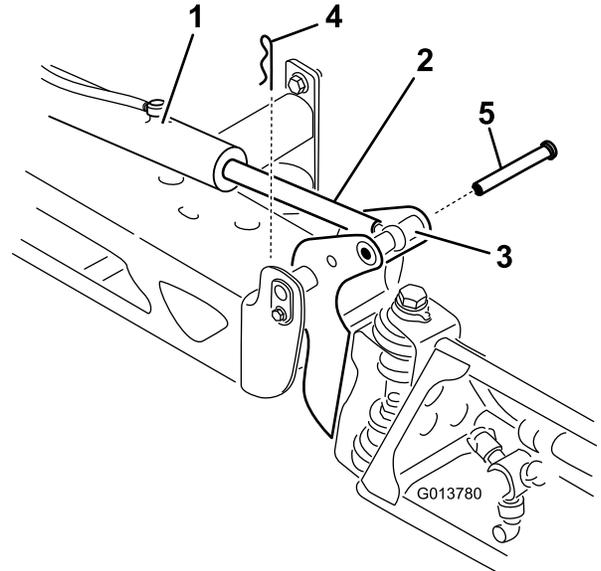

图58
2. 从枢轴销（图58）上拆下开口销。
3. 向上提起喷洒臂，拆下柱销（图58），然后将喷洒臂慢慢放到地面上。
9. 支撑住喷洒臂，将柱销插入喷洒臂枢轴和提升器杆（图58）。